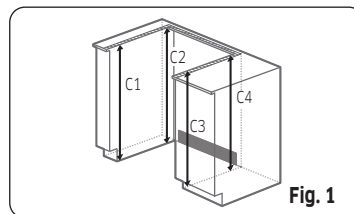

Fig. 1
1. Le plan de travail autour du découpage doit être plat et de niveau (reportez-vous à la zone hachurée sur la Fig. 1).
2. Avant d'installer l'appareil, mesurez les hauteurs des deux côtés du meuble (C1 à C4), à l'avant et à l'arrière (voir Fig. 1) entre le sol et la face supérieure du plan de travail.